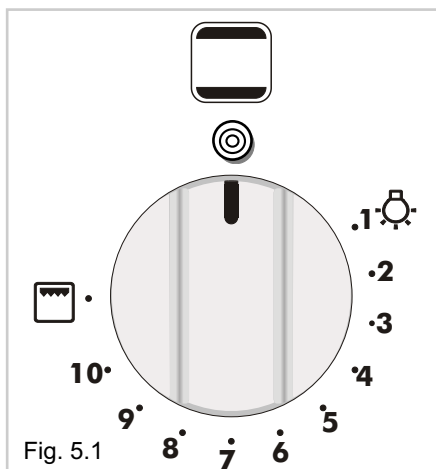

Fig. 5.1
Sul cruscotto comandi (Fig. 5.1), oltre alla posizione "spento" (Fig. 5.1), sono riportati numeri da 1 a 10 che indicano in modo crescente il valore della temperatura del forno (vedere tabella).
- Posizione come da Fig.5.1 = forno spento